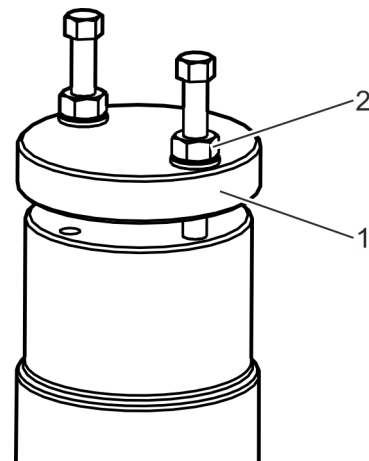

Fig. 31: Fijar el mecanismo de bloqueo
- 8.** ▶ Empuje hacia abajo el mecanismo de bloqueo (Fig. 31/1) contra la guía que sobresale del cuerpo del dispositivo con las tuercas montadas previamente (Fig. 31/2).
- 12.** ▶ Suelte las tuercas (Fig. 31/2).